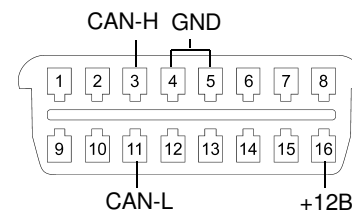

Рисунок 2. Подключение адаптера к разъему OBD-II.
- 2.2. Подключить Серый и Синий провода разъема X1 к информационной шине CAN автомобиля. Данное подключение возможно произвести, например, в жгуте 16-и контактного диагностического разъема OBD-II, расположенного вблизи рулевой колонки автомобиля, где цепи CAN-H и CAN-L подключены к контактам №3 и №11 соответственно (смотри рисунок 2).